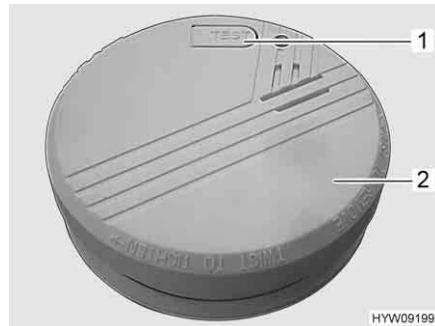

Fig. 100 Rivelatore di fumo
- Ruotare in senso antiorario il rivelatore di fumo (Fig. 100,2) finché non si stacca dal supporto.
- Eseguire un test del rivelatore di fumo. Premere il tasto di controllo (Fig. 100,1). Si deve udire il segnale acustico di allarme.